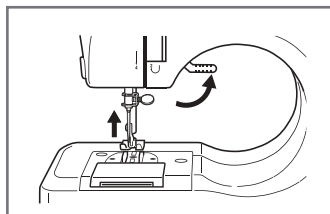

Рис.12
6.7.3 Поднимите рычаг прижимной лапки (Рис.12).